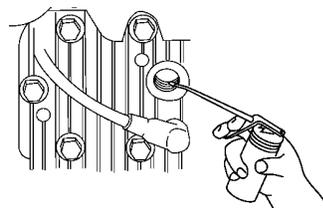

Abbildung 26
3. Mit Hilfe einer Ölkanne ca. einen Eßlöffel Öl durch die Zündkerzenöffnung spritzen (Abb. 26).